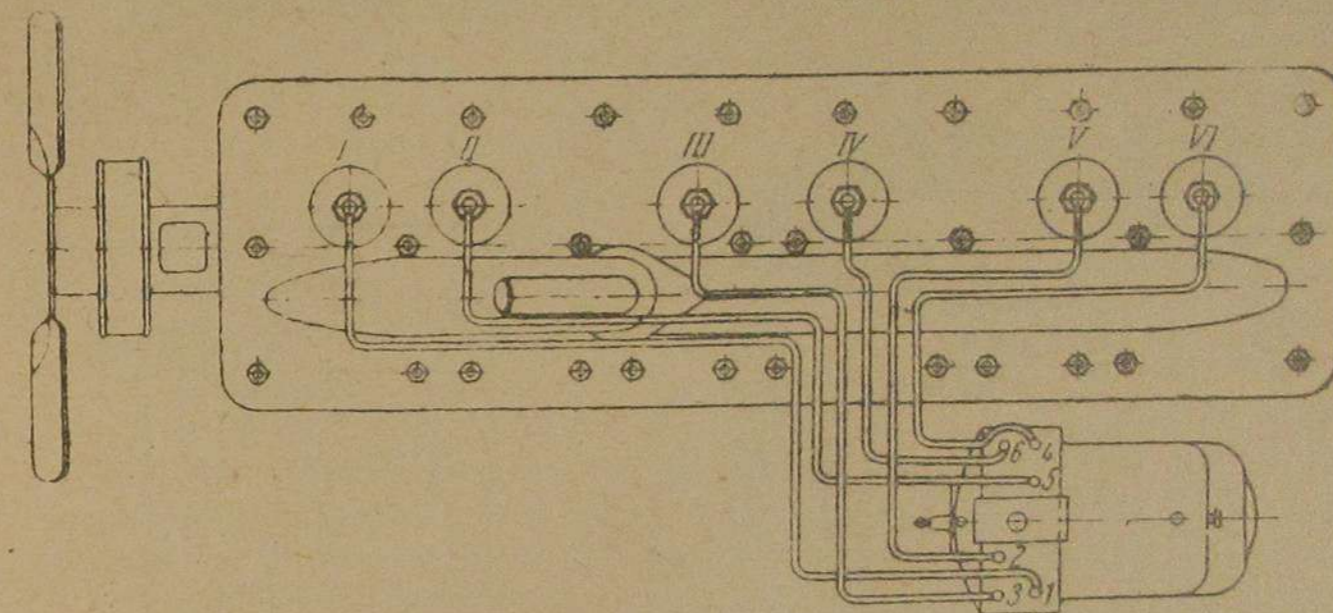

Рис. 39. Порядок присоединения проводов к свечам. Римскими цифрами обозначены порядковые номера цилиндров
17. Присоединить к свечам провода высокого напряжения в порядке, указанном на рис. 39.